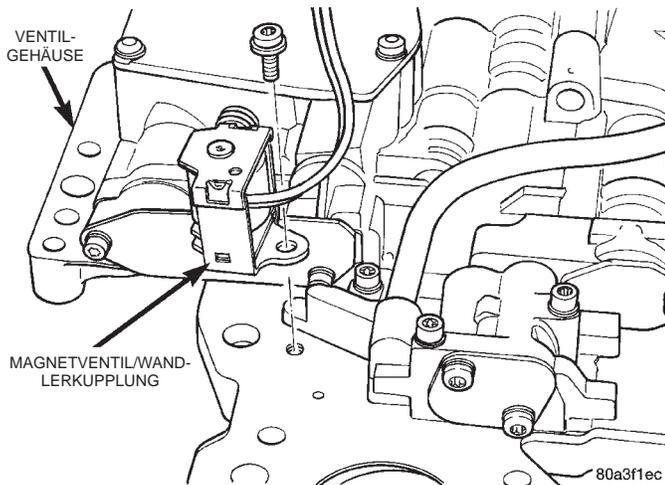

Abb. 62 Magnetventil/Wandlerkupplung
(36) Falls notwendig, einen neuen O-Ring am Magnetventil/Wandlerkupplung anbringen (Abb. 62).
(37) Magnetventil/Wandlerkupplung in die Kanalplatte einsetzen (Abb. 62).
(38) Schraube zur Befestigung des Magnetventils an der Kanalplatte eindrehen (Abb. 62).